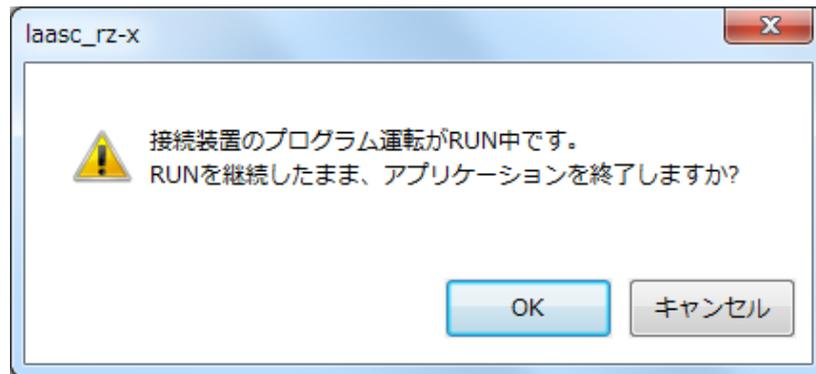

図 3-10 Program Operation 実行中の終了時ダイアログ
①Program Operation 実行中の場合、ダイアログが表示されます。(図 3-10)